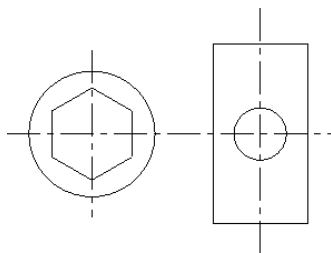

图 3-58 打开示例文件
① 在“文件”工具栏中单击“打开文件”按钮，打开光盘“第 03 章 3.3.4 与直线垂直并与圆弧相切.MCX-7”中的文件如图 3-58 所示。